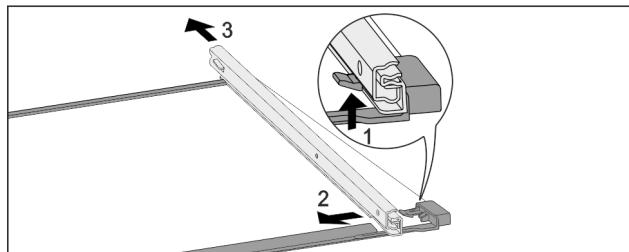

Fig. 253 Pllaka e xhamit me shinat
- Shtyni për lart grepat e kapjes në pjesën përpara. Fig. 253 (1)
- Shkëputni shinën me tërheqje në pjesën anësore Fig. 253 (2) dhe në pjesën prapa Fig. 253 (3).